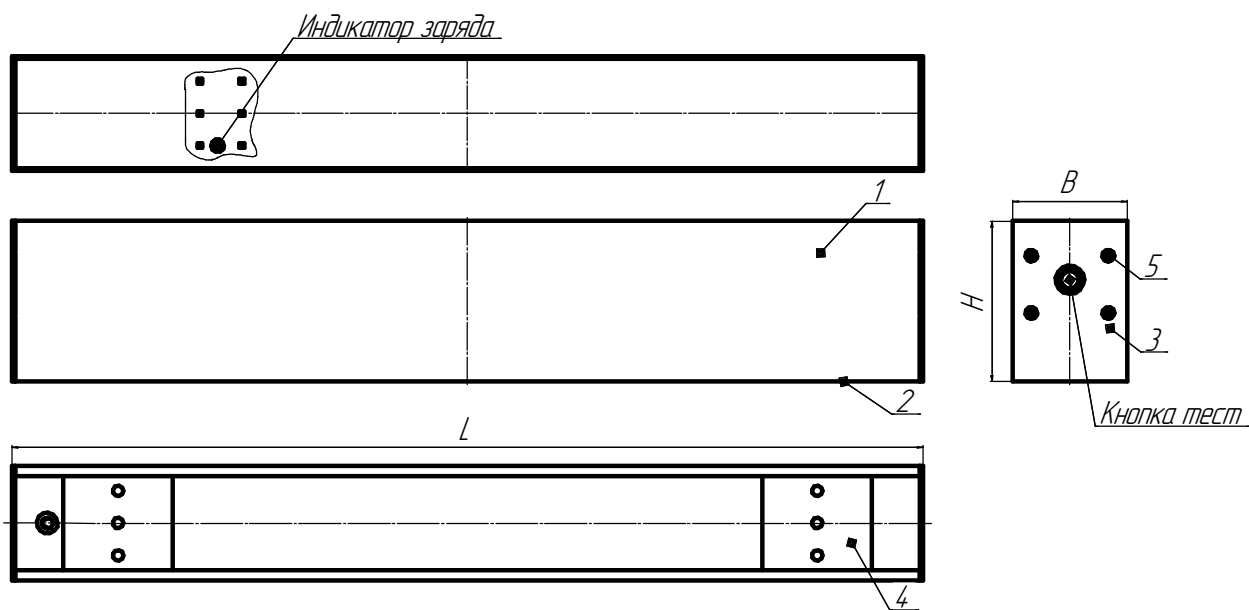

Рисунок 1 - Общий вид светильника серии ДПО02.
5.6. В светильниках присутствует ручное тестирование аварийного режима. Выключите светильник. Нажмите кнопку, находящуюся под рассеивателем, на панели со светодиодными модулями (рисунок 1). Источник питания светильника переключится в аварийный режим, напряжение на светодиодные модули будет подаваться от аккумулятора. Для возврата в рабочий режим, отпустите кнопку ручного тестирования.